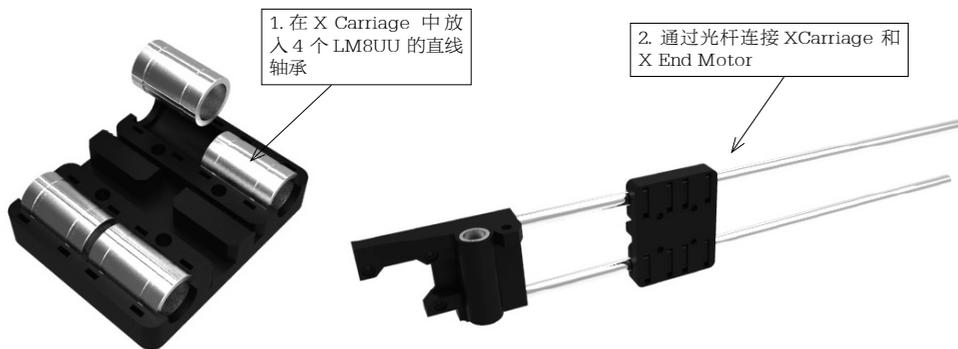

图 3-40 通过光杆连接 X Carriage 和 X End Motor
(4) 在 X Carriage 中放入 4 个 LM8UU 的直线轴承, 如果连接不紧, 可以用扎线带绑定; 接着取两根 $\text{Ø}8 \times 370$ 的光杆, 然后通过这两根光杆分别将 X Carriage 和 X End Motor 塑料件连接起来, 如图 3-40 所示。